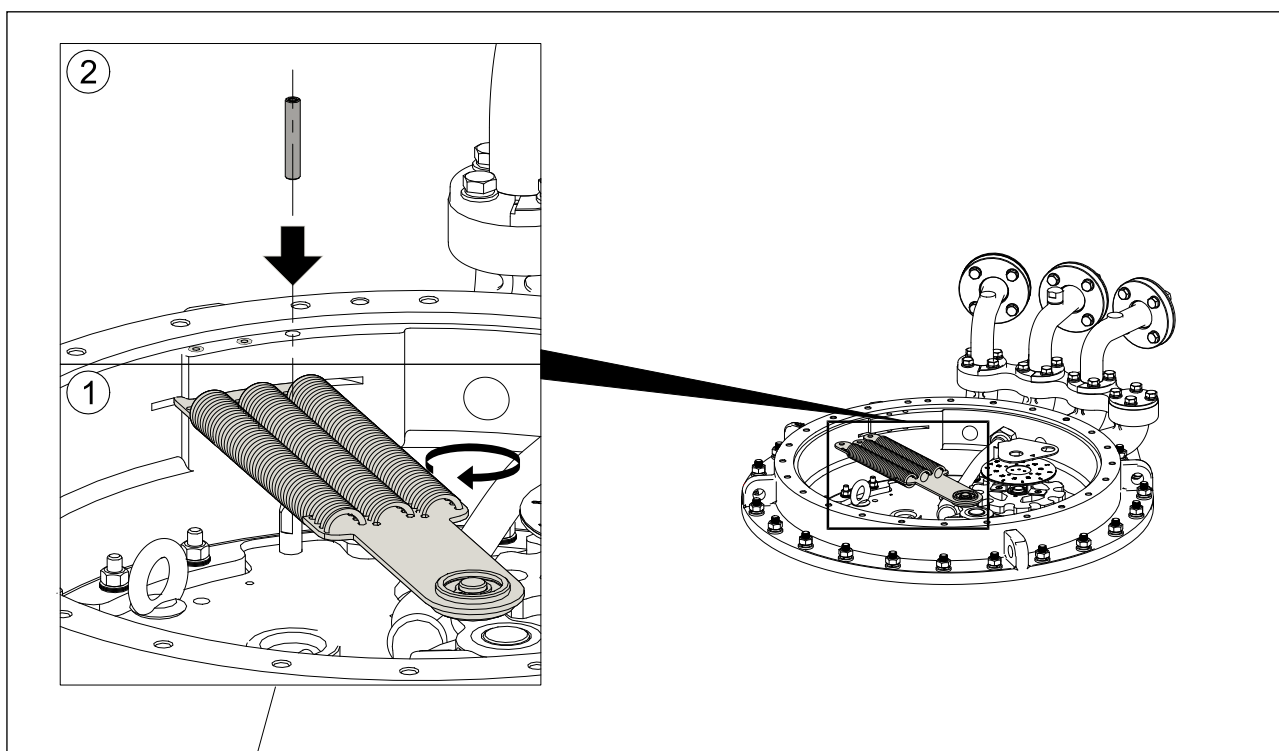

图 5-16 复装储能弹簧
2. 旋转储能弹簧直至安装位置，从 OLTC 安装法兰上垂直插入拉簧销。（见图 5-16）。